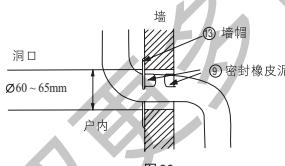

图30
- 2 用附件⑮端帽及附件⑯密封橡皮泥来整理墙上的洞,如图30、图31。